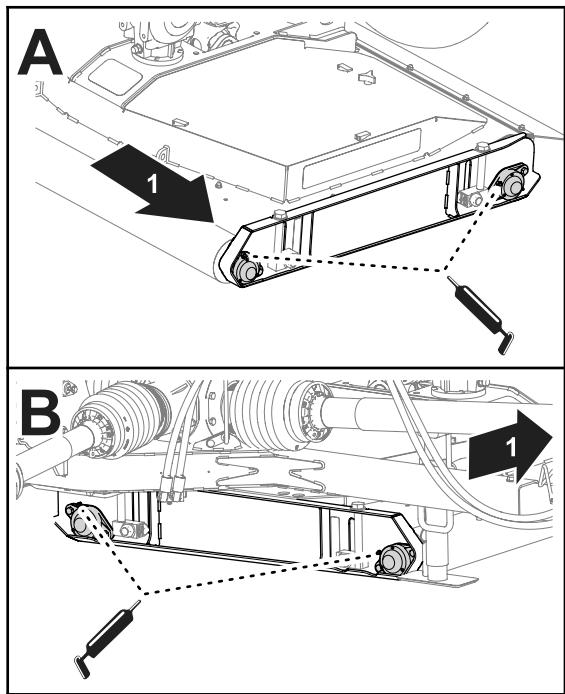

Figure 56
1. Appliquez la graisse spécifiée sur les roulements des rouleaux du tablier, sur le côté gauche du tablier (Figure 56).
2. Graissez les roulements des rouleaux sur le côté droit du tablier (Figure 56).